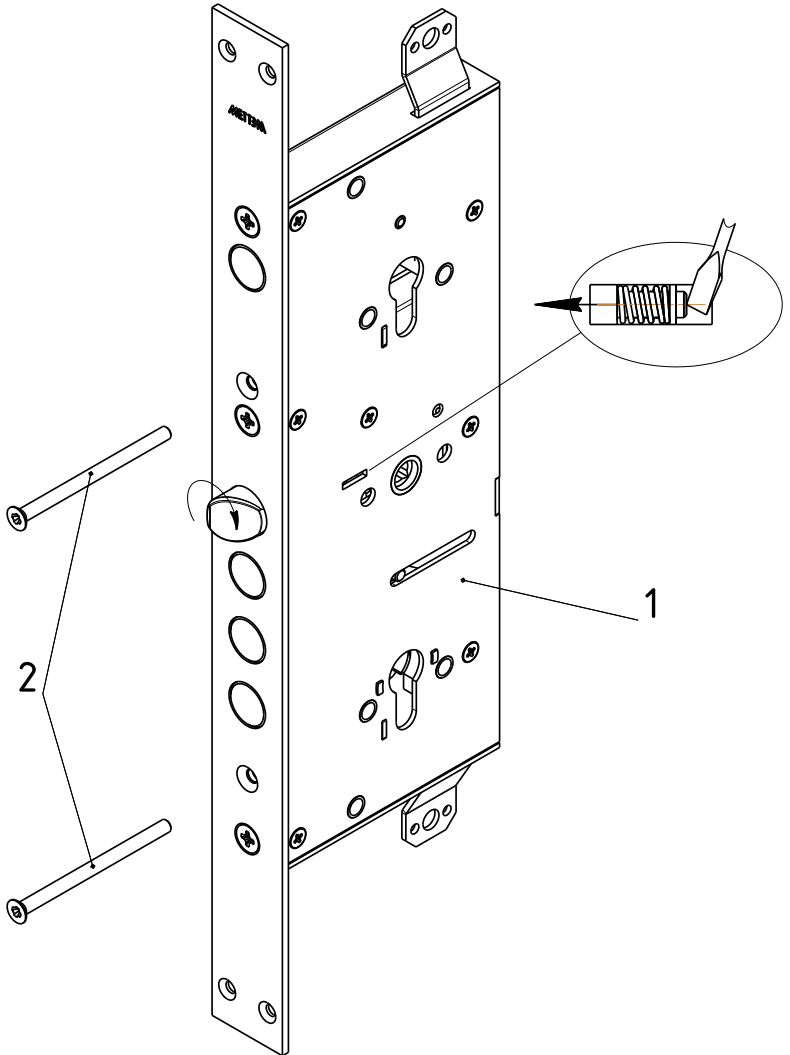

Рис.1
4.2. Установить, при необходимости, защелку в соответствующее положение для правой или левой двери путем ее выдвижения из корпуса отверткой через паз в крышке замка и разворота на 180° вокруг своей оси (см. рис.1).